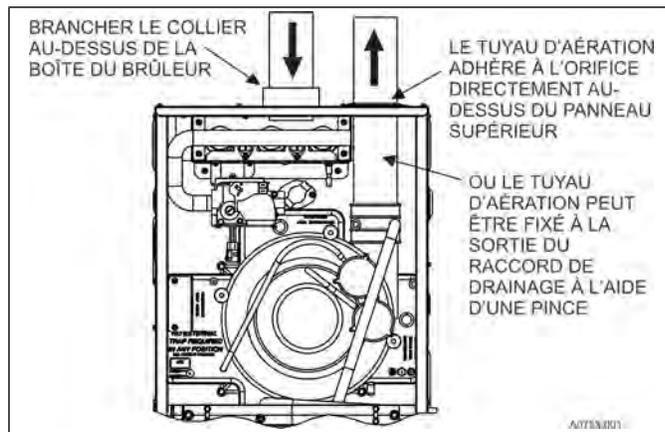

FIGURE 29 : Raccords pour conduits d'admission d'air et de ventilation directe
1. **AIR DE COMBUSTION EXTÉRIEUR :** Il s'agit d'un système de ventilation directe qui fournit l'air de combustion par un conduit en PVC ou ABS branché au raccord en PVC de l'appareil de chauffage et qui débouche dans la même zone atmosphérique que le conduit de ventilation. Tous les appareils de chauffage sont approuvés pour ce type d'installation. Reportez-vous à la figure 29.
L'air de combustion doit provenir de l'extérieur pour ce type d'installation. Un conduit de dimension approprié (illustré dans la figure 29) amène l'air extérieur jusqu'au col d'admission d'air du boîtier mélangeur. Le deuxième conduit (illustré dans la figure 29) est le conduit de ventilation de l'appareil de chauffage.